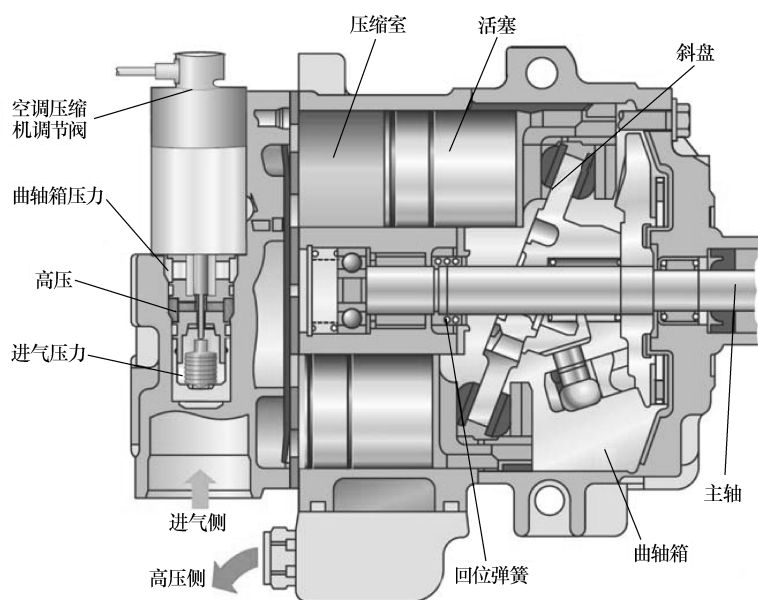

图 6-6 压缩机全负荷工况
(2) 压缩机全负荷 如图6-6所示,全负荷时,阀门关闭,曲轴箱和高压腔之间的通道被隔断,曲轴箱的压力下降,斜盘的倾斜角度加大直至达到100%的排量;当系统的低压较高时,真空膜盒被压缩,阀门挺杆被松开,继续向下移动,使得高压腔和曲轴箱